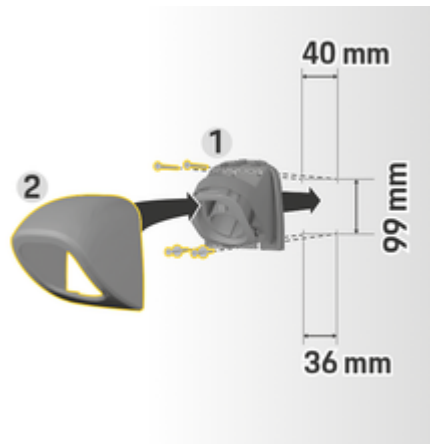

Рис. 55 Размеры под отверстия
1. Извлеките крепление соединителя 1 (Рис. 55) из кожуха 2 (Рис. 55).
4. Привинтите крепление для штекера 1 (Рис. 55) к стене.
5. Наденьте кожух 2 (Рис. 55) на крепление соединителя снизу 1 (Рис. 55) и прижмите его сверху.